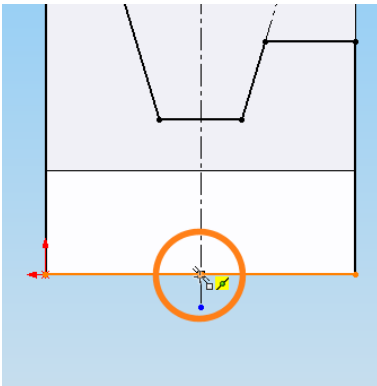

Bild 2.31: Ein Punkt markiert den Schnittpunkt der Mittellinie mit der Grundlinie
- Wählen Sie *Punkt* aus der Symbolleiste *Skizze* und fügen Sie einen Punkt an der Überschneidung der Mittellinie mit der unteren Waagerechten ein (Bild 2.31).